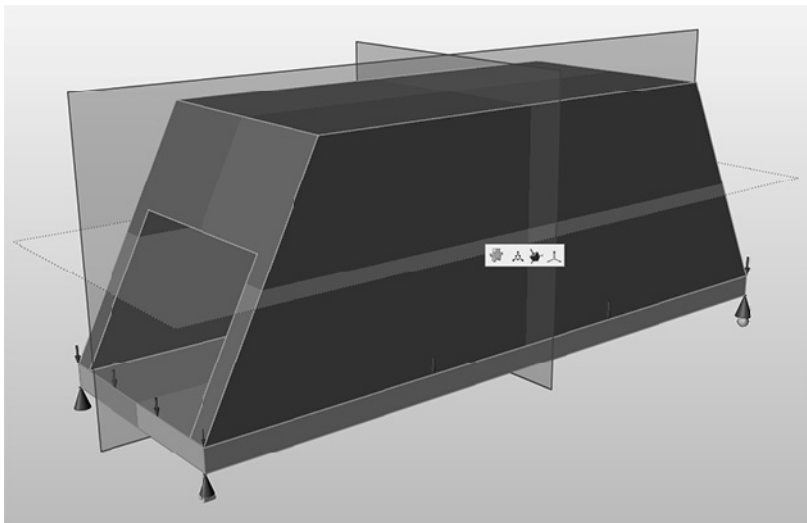

图 4-49
- 4) 单击某一对称平面，切换其打开和关闭状态。取消选定图 4-49 所示水平平面，则该平面变为透明状态。